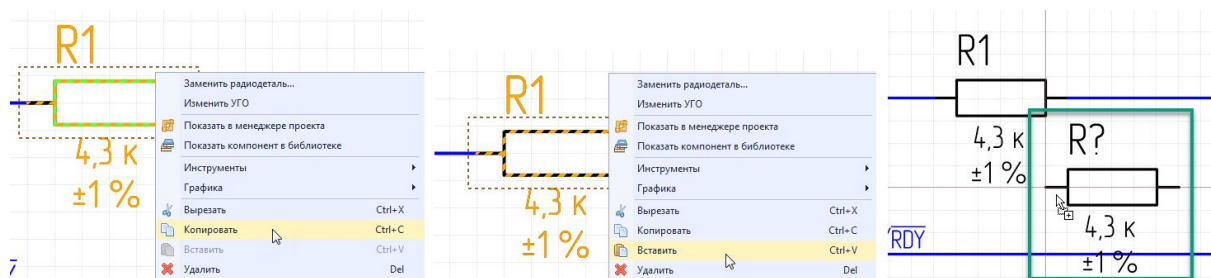

Рис. 207 Копирование и вставка объекта на схеме
3. Перейти на свободное место листа схемы и в контекстном меню выбрать пункт «Вставить», после чего скопированный объект будет размещен, см. Рис. 207.